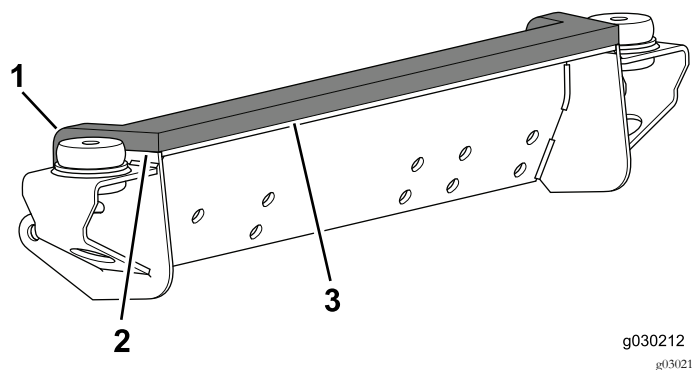

Figure 5
1. Appliquez le joint sur le support de niveau avec les bords avant et latéraux du support avant (Figure 5).
2. Repliez les languettes latérales sur l'arrière du support (Figure 5).